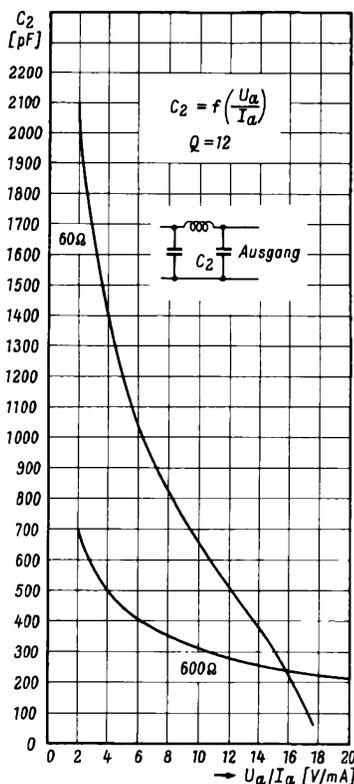
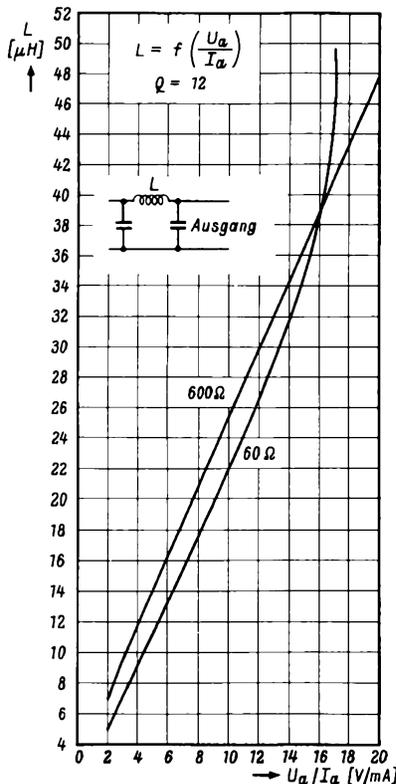
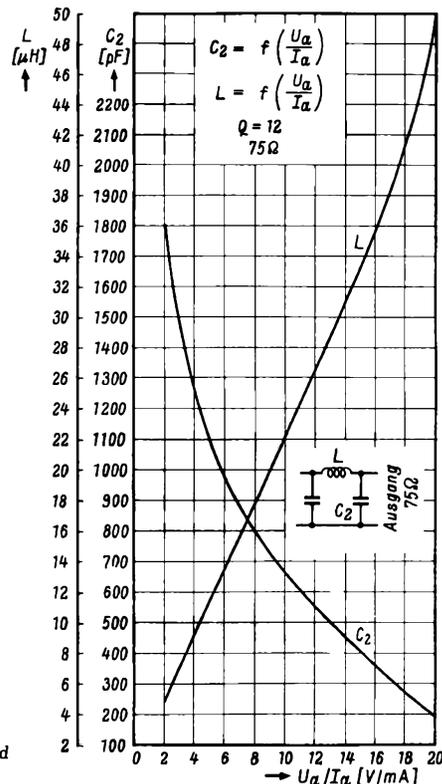
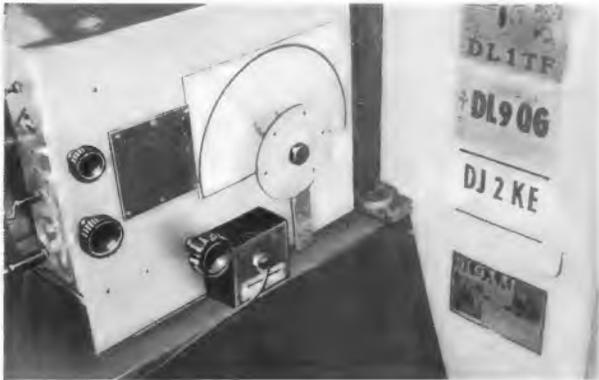

Bild 2. Bemessung des Ausgangskondensators C₂ für 60 Ω und 600 Ω Antennenanpassung
Bild 3. Bemessung der Filterspule L für 60 Ω und 600 Ω Antennenanpassung
Bild 4. Die Werte für L und C₂ bei einer 75-Ω-Antenne
Bild 1. Die Feinabstimm-Skala im Betrieb
Frage kommen. Im einzelnen stellen die Kurven folgende Beziehungen dar: Bild 1 dient zur Bemessung des Eingangskondensators C₁ in Abhängigkeit vom Zahlenwert U_a/I_a. Bild 2 enthält die Kurven für C₂ bei Ausgangsanpassungen von 60 Ω und 600 Ω. Bild 3 zeigt die entsprechenden Bemessungswerte für die Längsspule L bei 60 Ω und 600 Ω und Bild 4 bringt die Angaben für L und C₂ bei einem 75-Ω-Ausgang.
Das Verhältnis von Anodenspannung zu Anodenstrom beträgt 250 : 50 = 5. Aus der Kurve Bild 1 ergibt sich bei diesem Verhältnis für C₁ ein Wert von rund 220 pF. Für eine 600-Ω-Anpassung entnimmt man für U_a/I_a = 5 aus Bild 2 für den Kondensator C₂ einen Wert von rund 440 pF und aus Bild 3 für L (bei 600 Ω) einen Wert von 14,2 μH. Diese Werte gelten für eine Betriebsfrequenz von f = 3,5 MHz.
z. B. ein Amateurband, das auf der oberen Skala nur 5° ausmacht, auf der Feinabstimm-Skala auf 25° gespreizt werden. Bild 1 zeigt eine Ansicht des Empfängers mit dieser Skala. So lassen sich auch einfache Geräte mit wenig Mitteln bedeutend verbessern. Jan-W. Depdolla